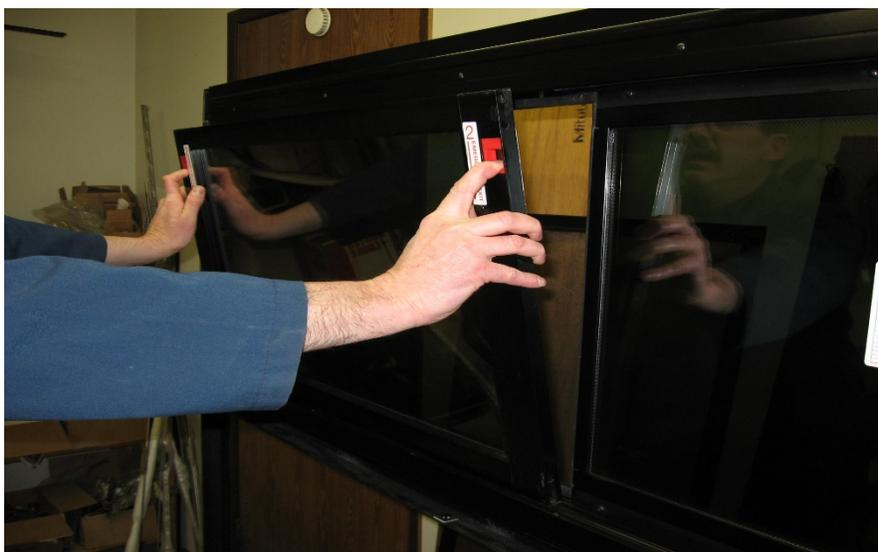

FIGURE 44: RETRAIT DU CHÂSSIS
2. Tirez simultanément les deux loquets de blocage vers le bas et faites pivoter le châssis d'environ 10° vers l'intérieur (Figure 44).